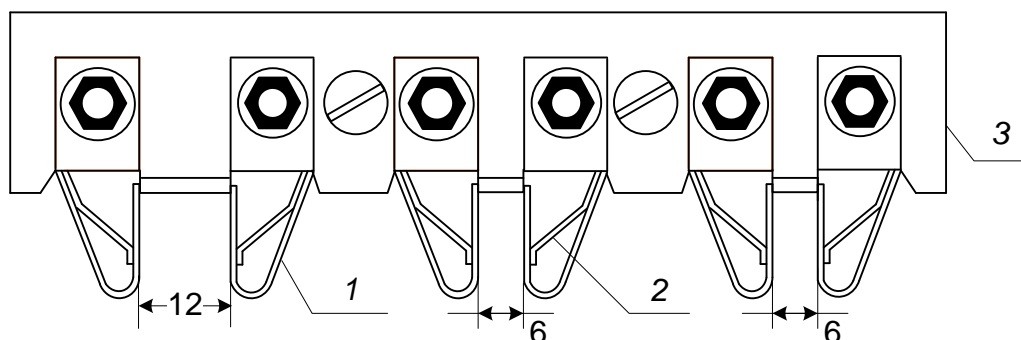

Рисунок 1. Контактная колодка
7.2 Контактные ножи должны быть расположены симметрично относительно контактных пружин 1 (рис. 1), ось ножа должна быть расположена перпендикулярно к основанию контактной колодки 3, ножи должны врубаться между контактными пружинами на глубину не менее 7 мм